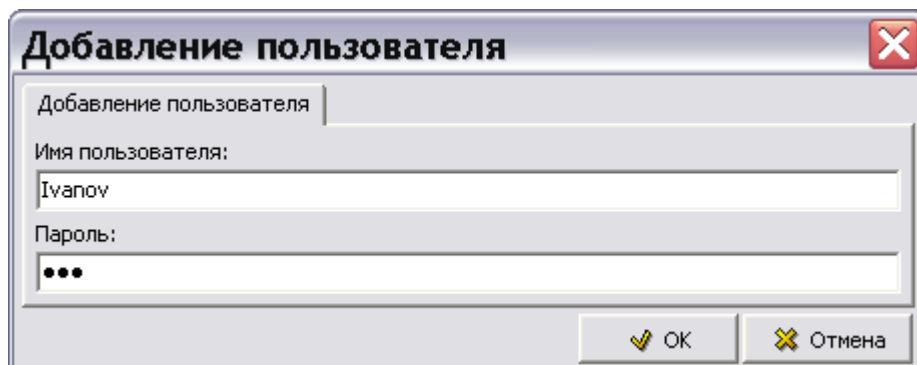

Рис. 229
4. Нажмите на кнопку **Добавить пользователя**  или в меню **Пользователи** выберите команду **Добавить пользователя**. При этом откроется окно **Добавление пользователя** (Рис. 229).